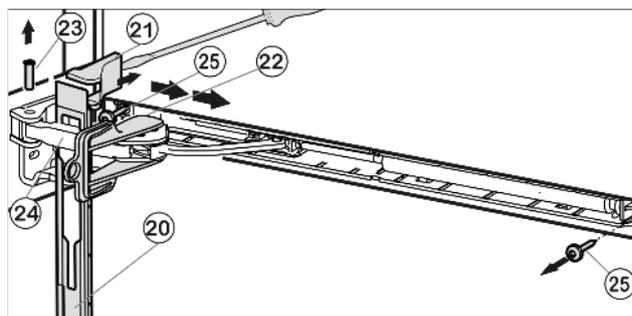

Fig. 10
- ▶ Spingere il pannello sopra la staffa ammortizzatrice Fig. 10 (24) in direzione dell'apparecchio in avanti.
- ▶ Innestare la protezione Fig. 10 (22) nell'asola.
- ▶ Sollevare la copertura Fig. 10 (21) con il cacciavite dal lato esterno e toglierla tirando verso l'esterno.
- ▶ Spingere fuori dal basso il perno Fig. 10 (23).
- ▶ Spingere la staffa ammortizzatrice Fig. 10 (24) verso la porta.
- ▶ Togliere il pannello Fig. 10 (20).
- ▶ Svitare l'intera unità dell'ammortizzatore di chiusura (2 x Torx® 15) Fig. 10 (25).